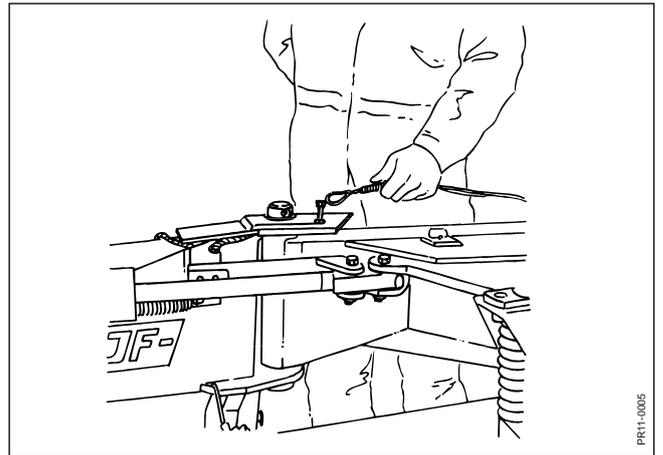

Fig. 2-4
- Fig. 2-4:** Den Karabinerhaken an dem Stopppriegel befestigen.